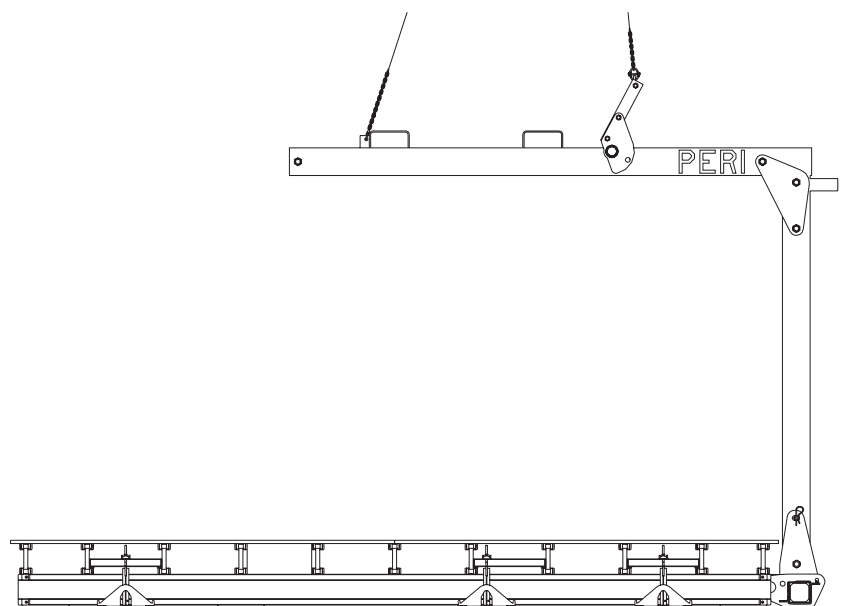

Abb. 3
- Betriebsanleitung Umsetzgabel 1t/5,0m beachten! Abb.3